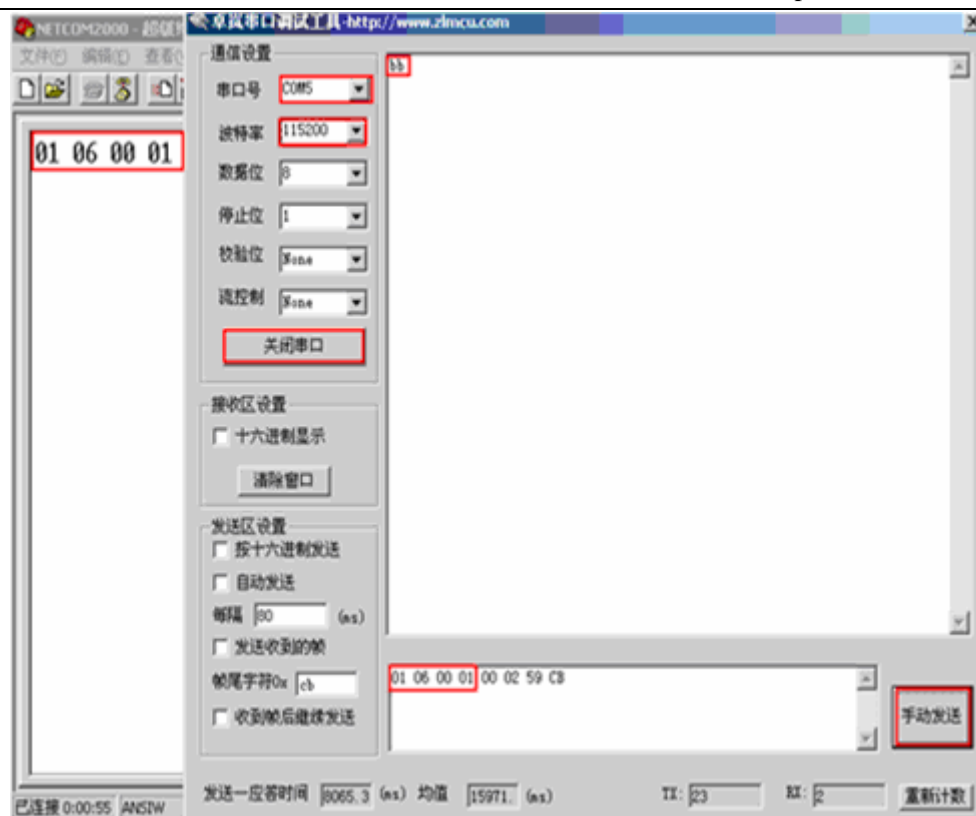

图 15
4. 打开超级终端，并用 ZLComDebug 打开 COM5，界面参数如图 15 所示。可以看到 ZLComDebug 可以和超级终端进行数据收发。